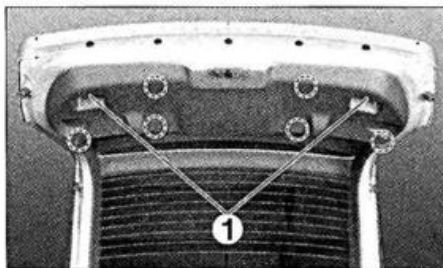

FIG. 65
- Desmontar los tornillos de fijación (1) (fig. 65).